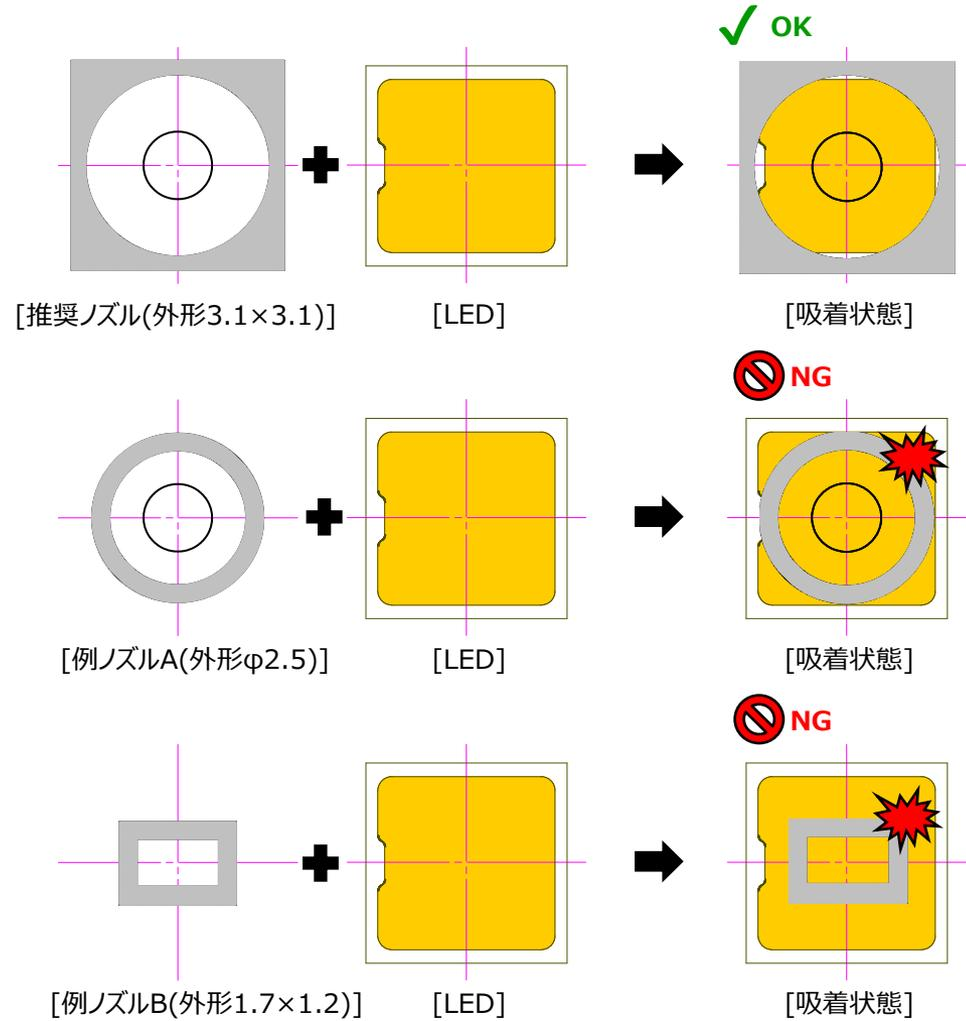

図5. 各種ノズルの吸着例
- ・発光面サイズ(2.6mm×2.6mm)より小径の吸着ノズルを使用しますと発光面を傷つけると共にLEDが不灯に至る可能性がありますのでご注意ください。参考として、各種ノズルの吸着例を図5に示します。